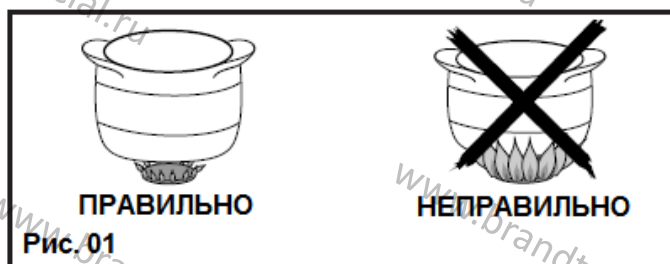

Рис. 01
- При помощи прилагающегося ключа выкрутите инжекторы на дне каждой выемки и уберите их (Рис. 01).
- Настройте кольцо пламени таким образом, чтобы оно не выходило за границы посуды (Рис. 01).